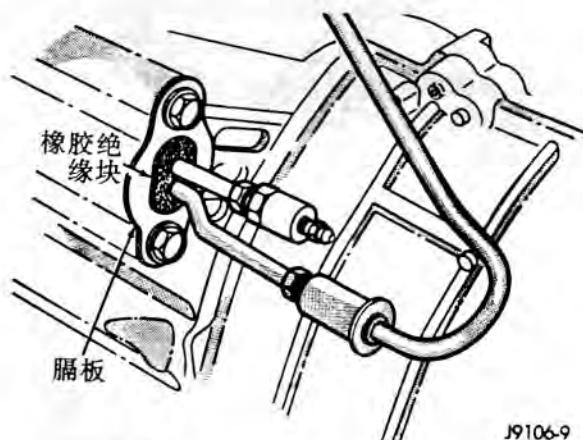
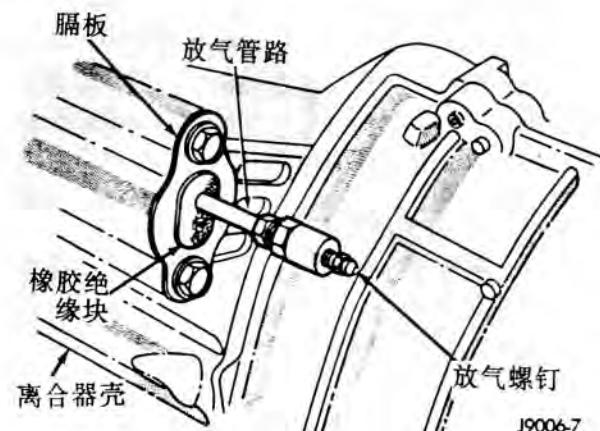
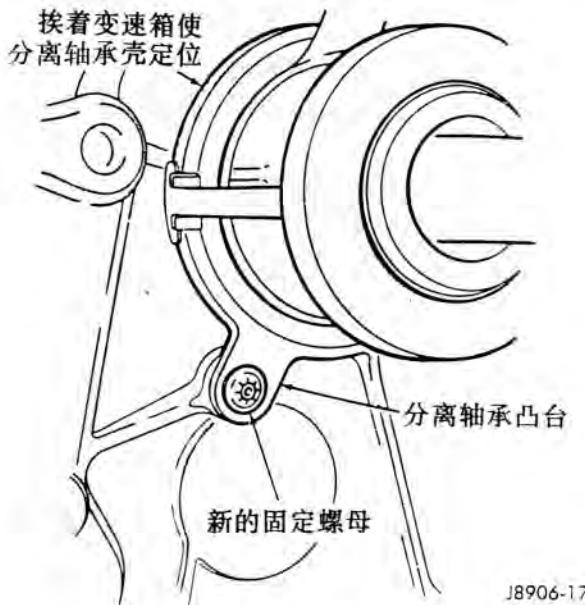

图 6 绝缘块,板和放气螺钉 — 6 缸机
图 7 绝缘块,板和放气螺钉 — 4 缸机
图 11 分离轴承的安装
和橡胶绝缘块 (图 6、图 7)。
(3) 在变速箱输入轴上安分离轴承(图11)。
(4) 通过离合器壳上的开口处装分离轴承油管和放气油管。
(5) 通过定位销将分离轴承靠近变速箱(图11)。
(6) 用新的固定螺母将分离轴承紧固在定位销上(图11)。
(7) 解开固定活塞的尼龙带。
(8) 安装隔板和绝缘块(图6、图7)。
(9) 安装变速箱和分动箱。
(10) 接通离合器总泵油管。
(11) 加注离合器工作液并放气。